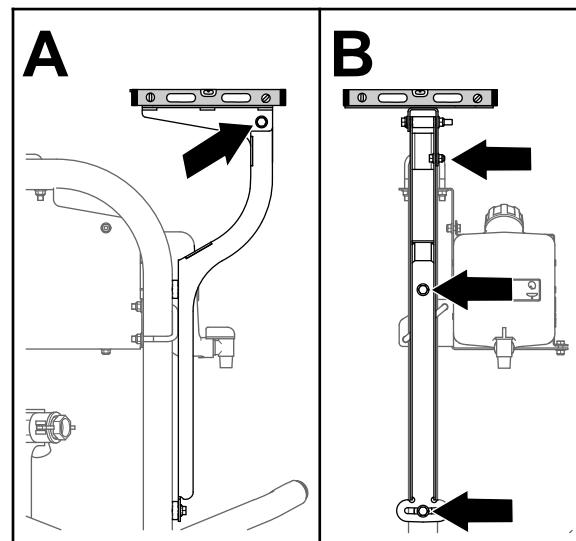

Figura 155
3. Livellate la piastra del ricevitore in senso laterale (Figura 155).
5. Livellate la piastra del ricevitore in senso longitudinale (Figura 155).